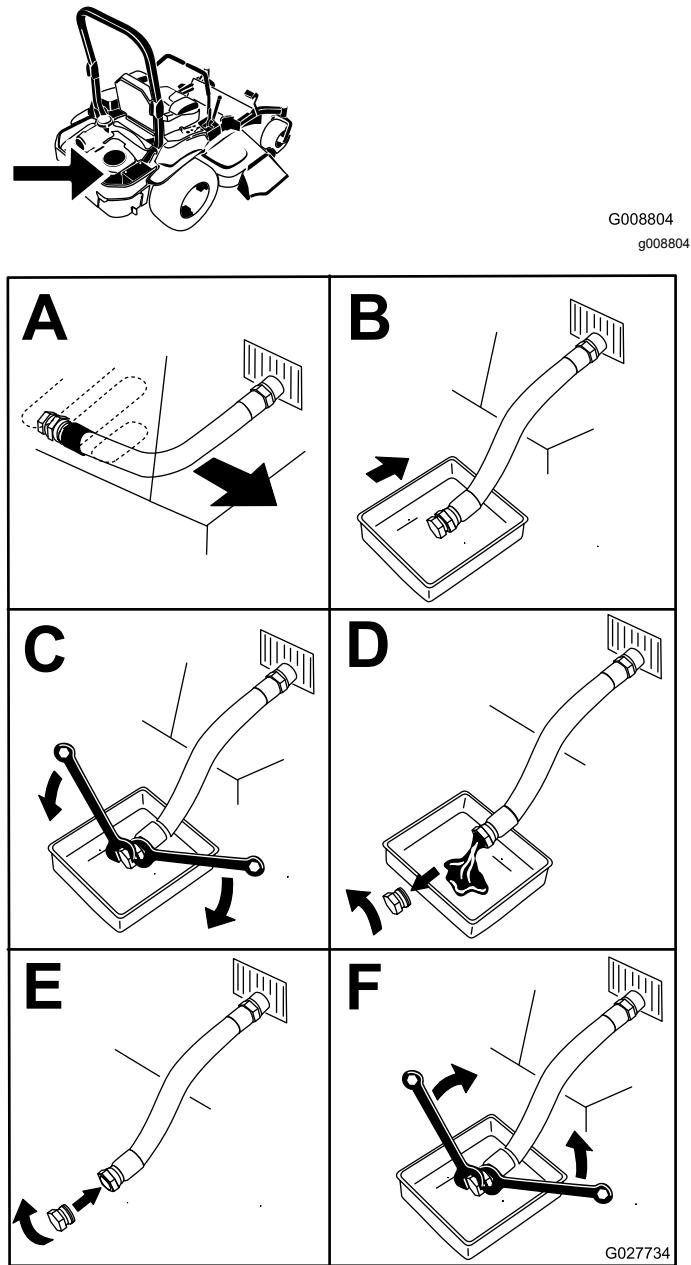

Figura 67
5. Drene el aceite del motor (Figura 67).